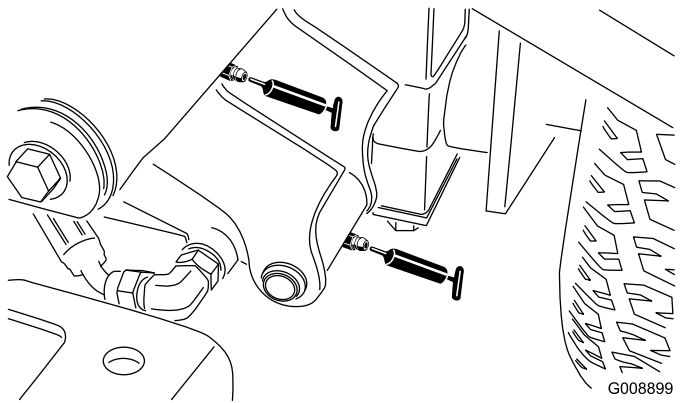

Figure 39
- 2 pivots de bras de levage avant gauche et vérin de levage (Figure 39)